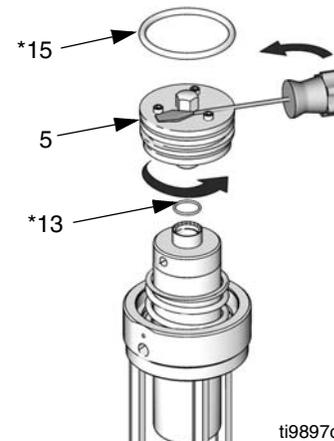
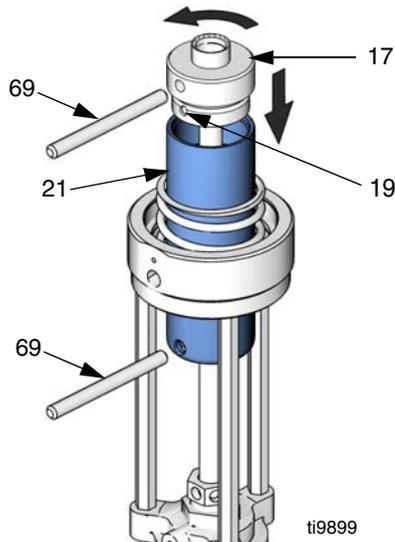

FIG. 12: Válvula de aire serie B
FIG. 13
3. *Sólo motores neumáticos serie B:* Desatornille la válvula de aire (5). Si es necesario ayudar al giro, coloque en cuña el filo de un destornillador entre las cabezas de los tornillos y la cabeza hexagonal de la válvula de aire (9). Inspeccione si las juntas tóricas (13\* y 15\*) presentan daños y sustitúyalas si es necesario. Compruebe que la junta tórica (13\*) está bien colocada y no está pinzada. Vea la FIG. 12.
- Coloque la herramienta de aguja (69) en el orificio del pistón para impedir que gire. Utilice una segunda herramienta de aguja (69) para destornillar el capuchón del pistón (17) y separarlo del pistón (21) para dejar expuesto el pasador de posicionamiento (19). Vea FIG. 13.
Vea en **Reparación del motor neumático**, pasos 3 y 4 (FIG. 12 y FIG. 13) las notas especiales sobre el montaje.